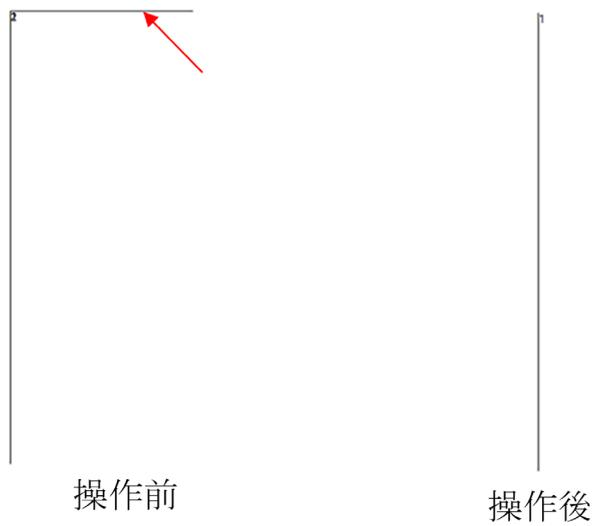

図 5.11.2 ショートライン削除の操作方法
③「確認」ボタンをクリックすると、キャンバスの短い線が削除されます。具体的な操作は図 5.11.2 の通りです。